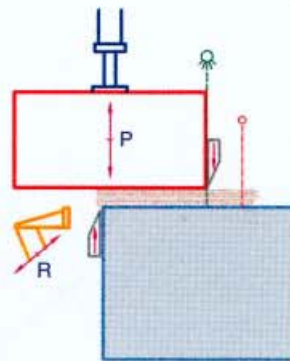

Fig.3
- Une fois que ces opérations ont été effectuées, on appuie le paquet de placage sur la table et à l'aide de la lumière visualisant la ligne de coupe on peut déterminer les chutes. La machine effectue en séquence: le positionnement de la table mobile T, la descente du presseur P, le mouvement simultané de coupe des deux couteaux (Fig. 3), la montée du presseur. La machine est équipée d'un programmeur électronique à microprocesseurs permettant de mémoriser jusqu'à env. 2000 mesures de coupe.
- Nach diesen Arbeitsgängen legt man das Furnierpaket auf die Auflagefläche und bestimmt den Abfallstreifen mit Hilfe des Richtlichts. Dann führt die Maschine nacheinander folgende Schritte durch: Positionierung des beweglichen Tisches (T), Abwärtsbewegung des Niederhalters (P), gleichzeitige Schnittbewegung (Abb. 3) der beiden Messer, Aufwärtsbewegung des Niederhalters. Die Maschine ist auch mit einem elektronischen, mikroprozessor-gesteuerten Positionierer ausgestattet, der ungefähr 2000 Schnittmaße speichern kann.
- Effettuate queste operazioni si appoggia il pacco di impiallacciatura sul piano di lavoro e si definisce l'entità dello scarto grazie alla luce di taglio, quindi la macchina esegue in sequenza: il posizionamento della tavola mobile T, la discesa del pressore P, il movimento contemporaneo di taglio di entrambi i coltelli (fig. 3), la salita del pressore. La macchina è anche equipaggiata con un posizionatore elettronico a microprocessori in grado di memorizzare fino a circa 2000 misure di taglio.